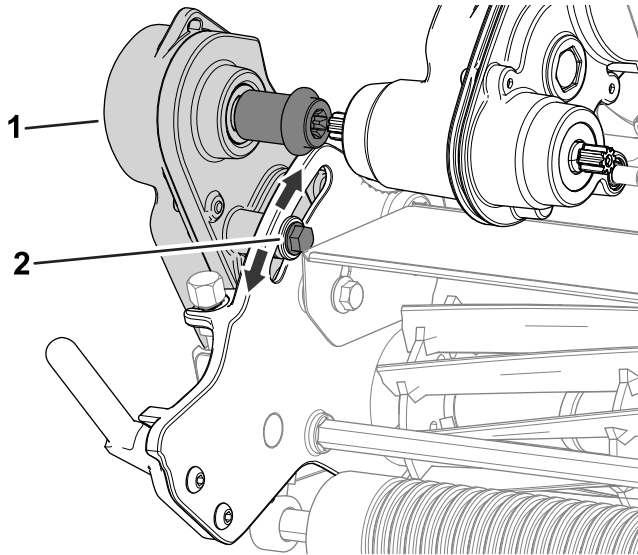

Figura 47
1. Allentate il bullone indicato nella Figura 47.